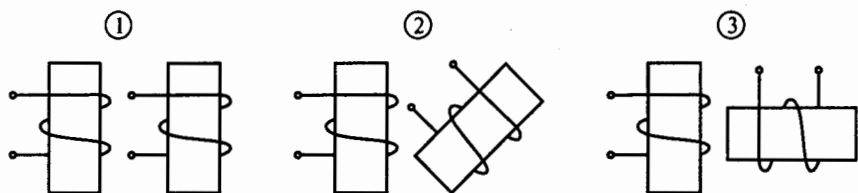

Рис. 52
**2.26.** Указать при каком взаимном расположении катушек на рис. 52 ЭДС взаимной индукции максимальна.